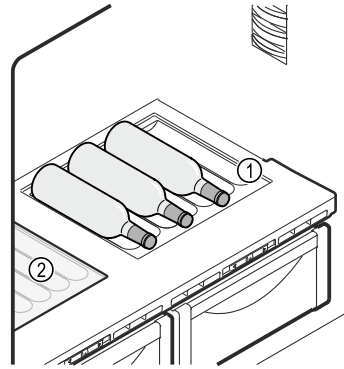

Fig. 162 Példaként szolgáló ábrázolás
- ▶ Helyezze az üveglapot Fig. 162 (2) a variálható palackfektető polc alá.